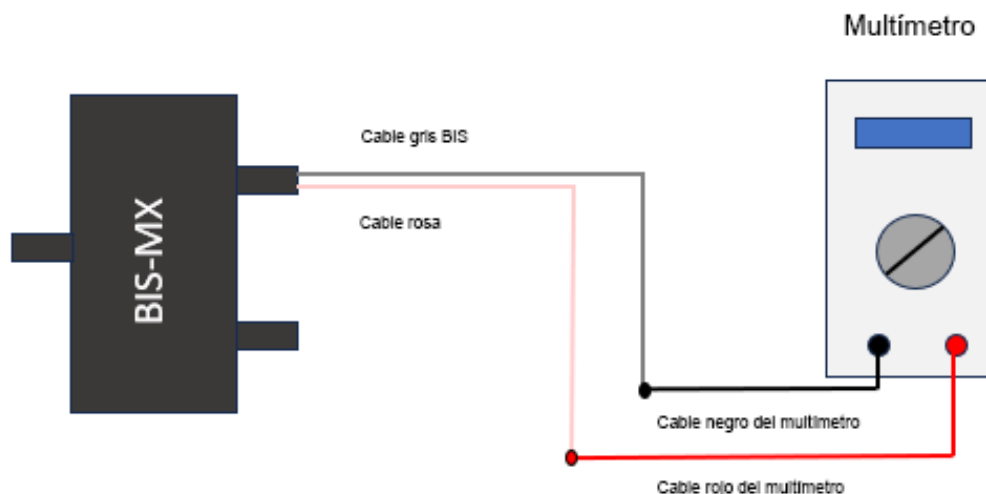

Fig.10 Diagrama de conexión
2. Monte el circuito de conexión de acuerdo con la «Fig.10 Diagrama de conexión».